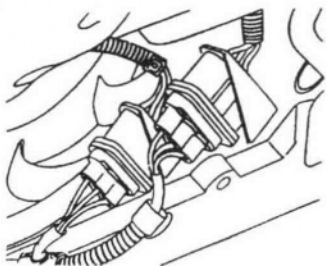

图 1-3 拔下电动冷却风扇的电线接头
- (7) 拔下电动冷却风扇的电线接头,如图 1-3 所示。